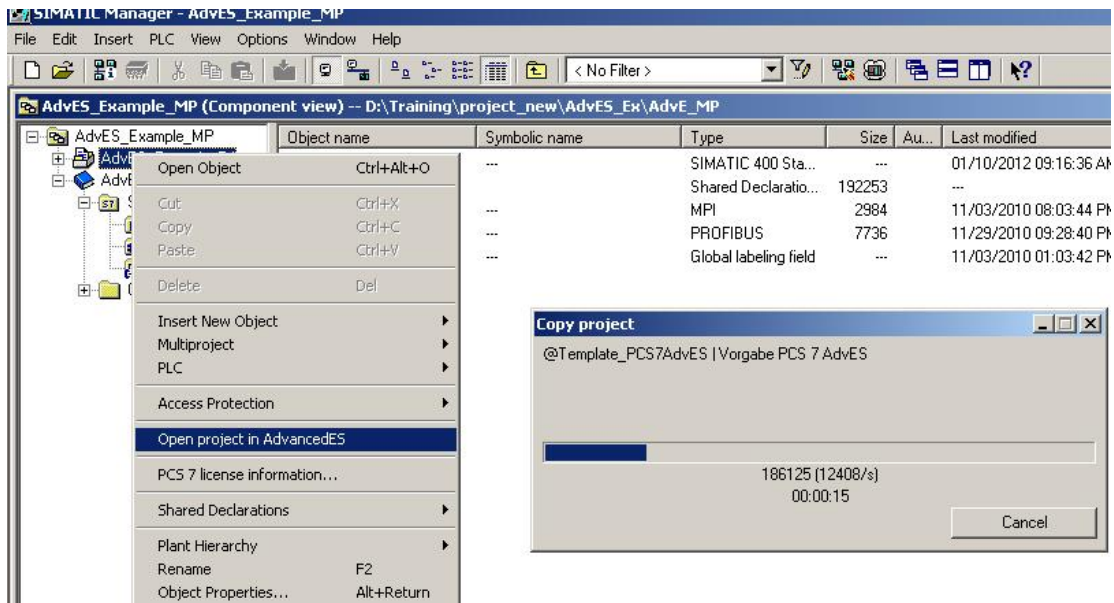

图 9 打开 AdvancedES
- e. 打开 AdvES 界面，本机安装了 AdvES 后可以通过右键点击此多项目中的单项目来打开，如图 9。在打开同时会自动弹出帮助手册，帮助手册也可以在 AdvES 的菜单栏 Help 中打开。